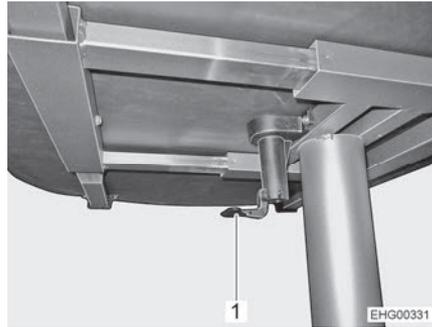

Fig. 60 Mesa elevadora
- Plegar la palanca del bloqueo central de la mesa (Fig. 60,1) hacia abajo.